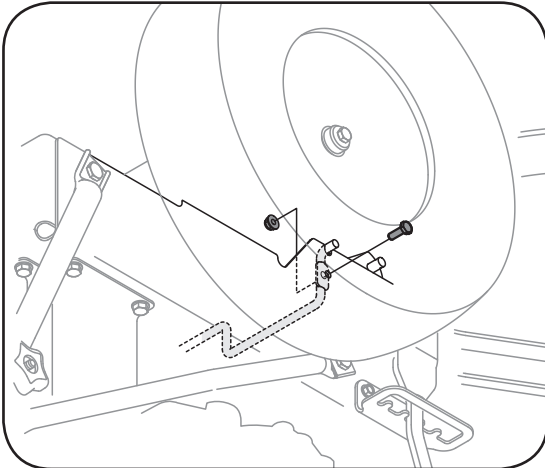

Figure 5-10
8. Procédez de la même façon sur la droite. Voir la Figure 5-10.